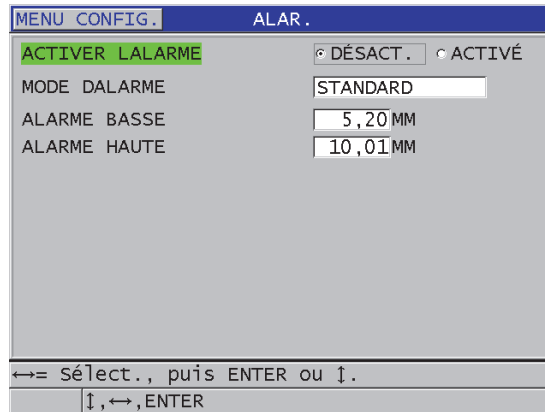

Figure 8-7 Réglage du mode d'alarme STANDARD
3. Dans l'écran **ALAR.** (Figure 8-7 à la page 148), faites ce qui suit :